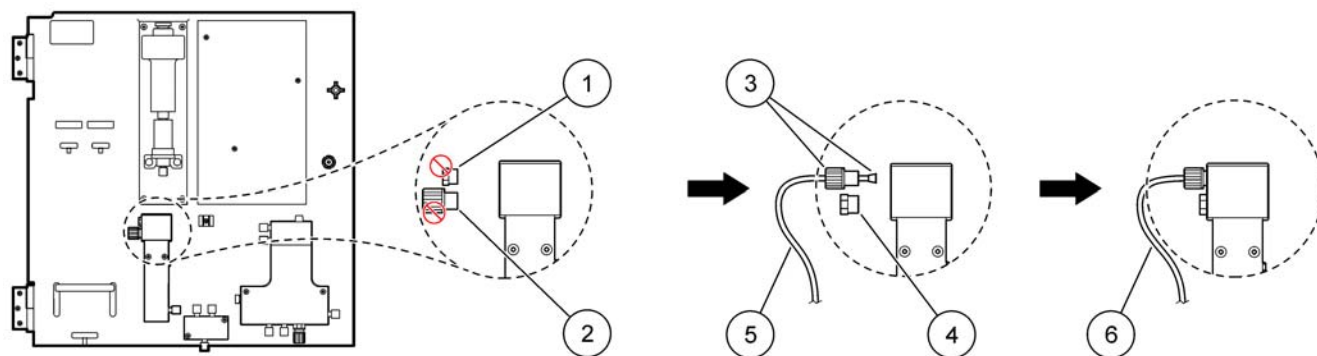

Рисунок 25 Модификация первого инструмента для варианта с 2 параметрами
Обратитесь к Рисунок 25 и следующим инструкциям для подключения 2-параметрической конфигурации.
1. Извлеките маленькую глухую заглушку (позиция 1, Рисунок 25) из верхнего отверстия переливной емкости. Снимите большой фитинг (позиция 2) с нижнего отверстия переливной емкости. Выбросите заглушку и фитинг.